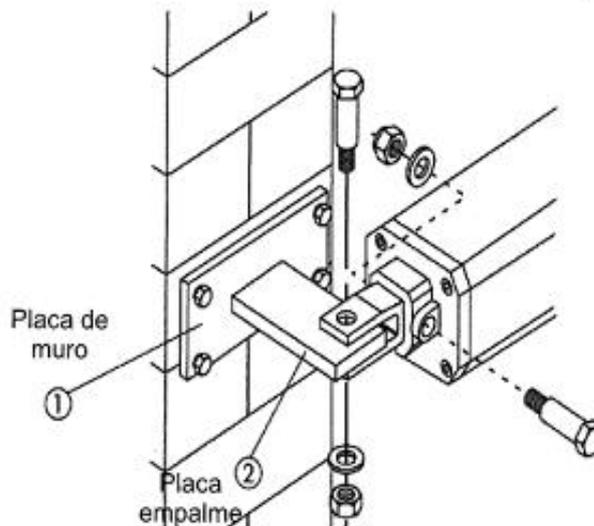

Fig. 3
C) Atornille hasta la mitad el empalme anterior en el vástago y apriete con la tuerca suministrada en dotación. (fig. 3)